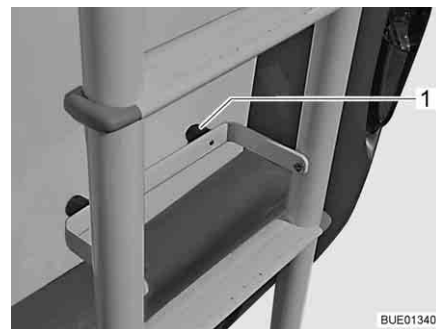

Bild 2 Klappbare Leiter, Leiter nach unten geklappt
- Schutzbügel mit den Gumminoppen (Bild 2,1) gegen die Fahrzeugrückwand legen.